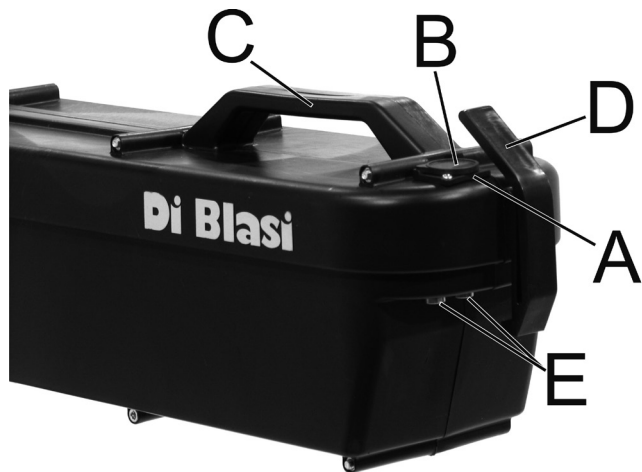
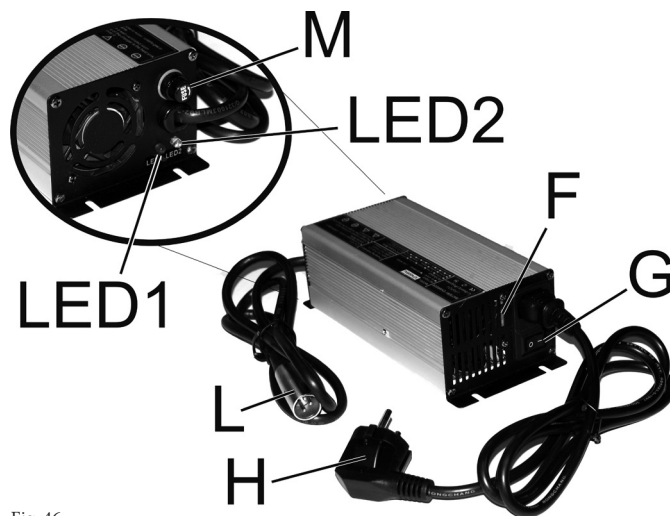

Fig. 44
Fig. 46
- Contenedor de la batería (Fig. 44)
- (A) Clavija para cargar
- (B) Tapón de la clavija para cargar
- (C) Asa
- (D) Palanca del gancho
- (E) Contactos del circuito de alimentación del motor
- Cargador de la batería (Fig. 46)
- (F) Conmutador de la tensión de alimentación 220 V o 110 V
- (G) Interruptor de alimentación (I – O)
- (H) Clavija de conexión a la red eléctrica
- (L) Toma de conexión a la batería
- (M) Fusible 10 A
4.8.3 Per caricare la batteria (fig. 44+46)
- Verificare che il caricabatteria sia regolato sulla tensione della rete di alimentazione (220V o 110V). Per modificare questa regolazione usare il commutatore (F);
- Collegare la spina (H) del caricabatteria alla presa della rete elettrica;
- Commutare l'interruttore (G) su I (acceso). L'indicatore luminoso rosso LED1 si accende mentre l'indicatore luminoso LED 2 diventa verde.
- Togliere il coperchio (B) dalla spina (A) della batteria
- Collegare la presa (L) del caricabatteria alla spina (A) della batteria; l'indicatore luminoso LED 2 diventa rosso. Se questo collegamento non viene effettuato entro circa 2 minuti dalla sua accensione, il caricabatteria si spegne. In tal caso avviarlo di nuovo.
- Dopo aver disinserito la presa (L) del caricabatteria dalla spina (A) della batteria, coprire di nuovo la spina (A) col tappo (B).
4.8.3 Charging of the battery (fig. 44+46)
- Check that the charger is set on supply mains tension (220V or 110V). To modify setting, use the switch (F);
- Connect the charger plug (H) to the supply mains socket;
- Turn the switch (G) on I (power ON). The red indicator LED1 lights up while the indicator LED2 lights up green;
- Remove the cover (B) from the plug (A) of the battery;
- Connect the charger socket (L) to the plug (A) of the battery: the indicator LED2 lights up red; however if the socket is not connected to the plug within about 2 minutes from its activation (power ON), the charger will automatically switch OFF. In this case it is necessary to switch on it again.
- After having disconnected the charger socket (L) from the battery plug (A), cover again the plug (A) with cap (B);